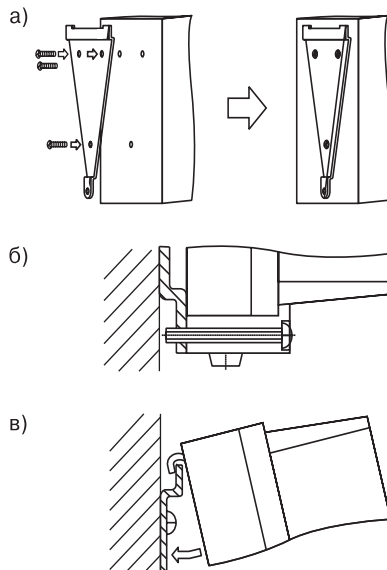

Рисунок 17
1. Закрепить кронштейн тремя винтами М4 на поверхности, предназначенной для установки прибора (см. *прил. Д* и рисунок 17, а).
2. Зацепить крепежный уголок на задней стенке прибора за верхнюю кромку кронштейна (рисунок 17, б)
3. Прикрепить прибор к кронштейну винтом М4 x 35 из комплекта поставки (рисунок 17, в).